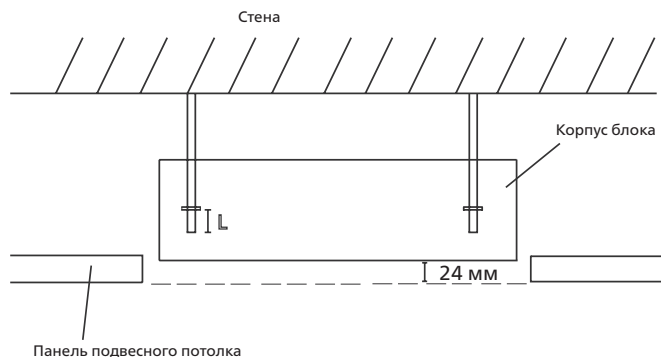

Рис. 4.6
**ПРИМЕЧАНИЕ.** Нижняя плоскость блока должна находиться на 24 мм выше панели подвесного потолка. Обычно длина  $L$  (см. рис. 4.6) составляет примерно половину длины монтажного болта. В любом случае, она должна быть достаточной для надежного крепления гаек.